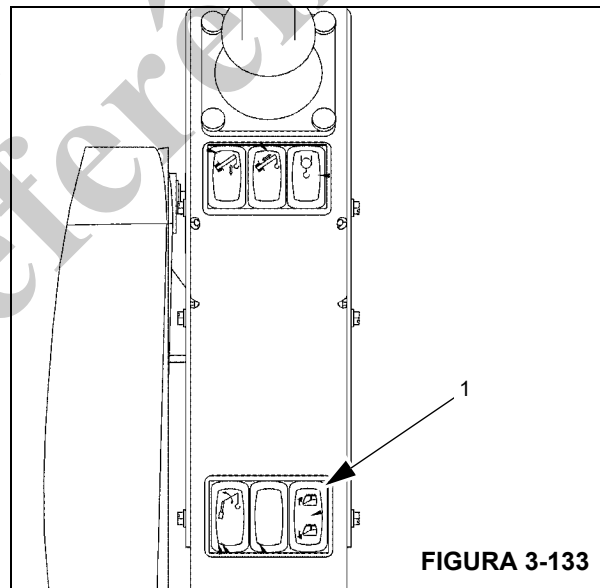

FIGURA 3-133
2. Pressione a parte superior da chave (1) (Figura 3-133).